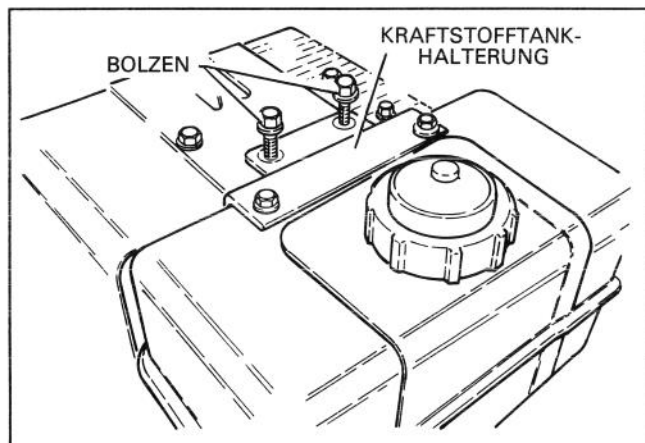

Abb. 5
9. Die (2) Bolzen, mit denen die obere Kraftstofftankhalterung am Motor angebracht ist, abnehmen (Abb. 5). Dann den Kraftstofftank entfernen.